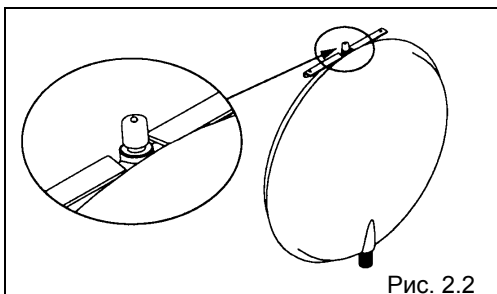

Рис. 2.2
- расширительный бак находится под давлением 1 бар. Снимите защитный колпачок с вентиля для контроля и зарядки, который находится в верхней части бака (Рис. 2.2); с помощью манометра проверьте давление зарядки и при необходимости увеличьте давление компрессором.